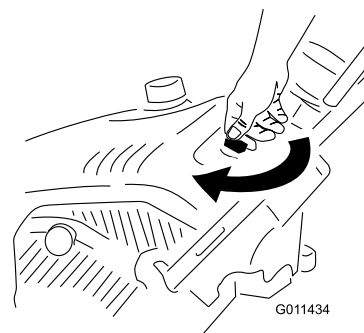

Figure 12
1. Tournez la clé dans le sens horaire en position contact établi (Figure 12).